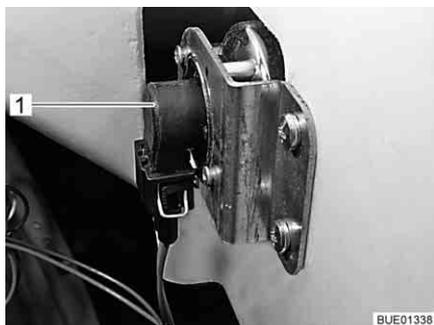

Fig. 215 Indicatore di direzione
- Afferrare dietro il supporto lampada (Fig. 215,1).